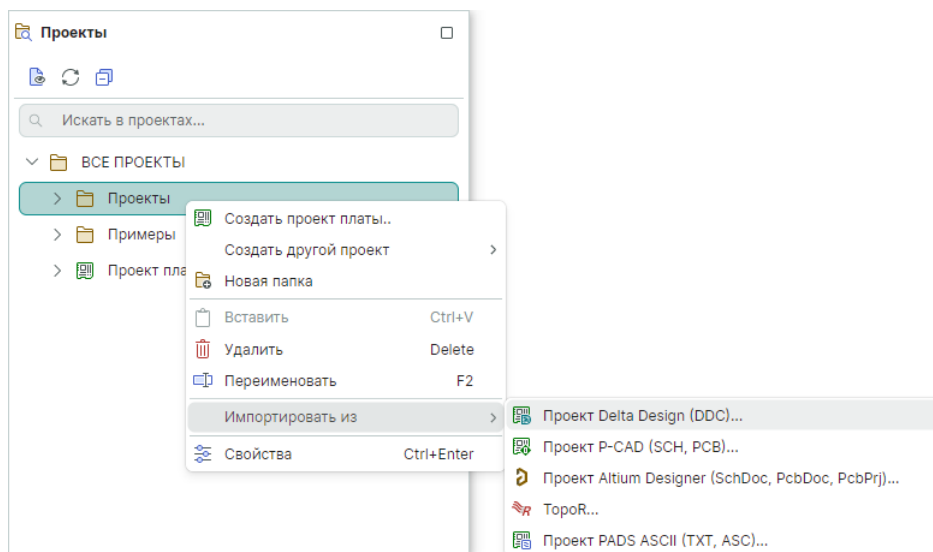

Рис. 54 Импорт проекта в формате \*.ddc
2. В контекстном меню выберите «Импортировать из» → «Проект Delta Design (DDC)...», Рис. 54.